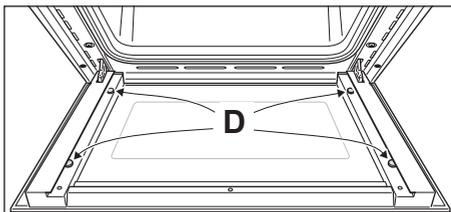

Fig. 6.20
- Verificare che i 4 distanziatori "D" siano nella loro posizione (fig. 6.20).